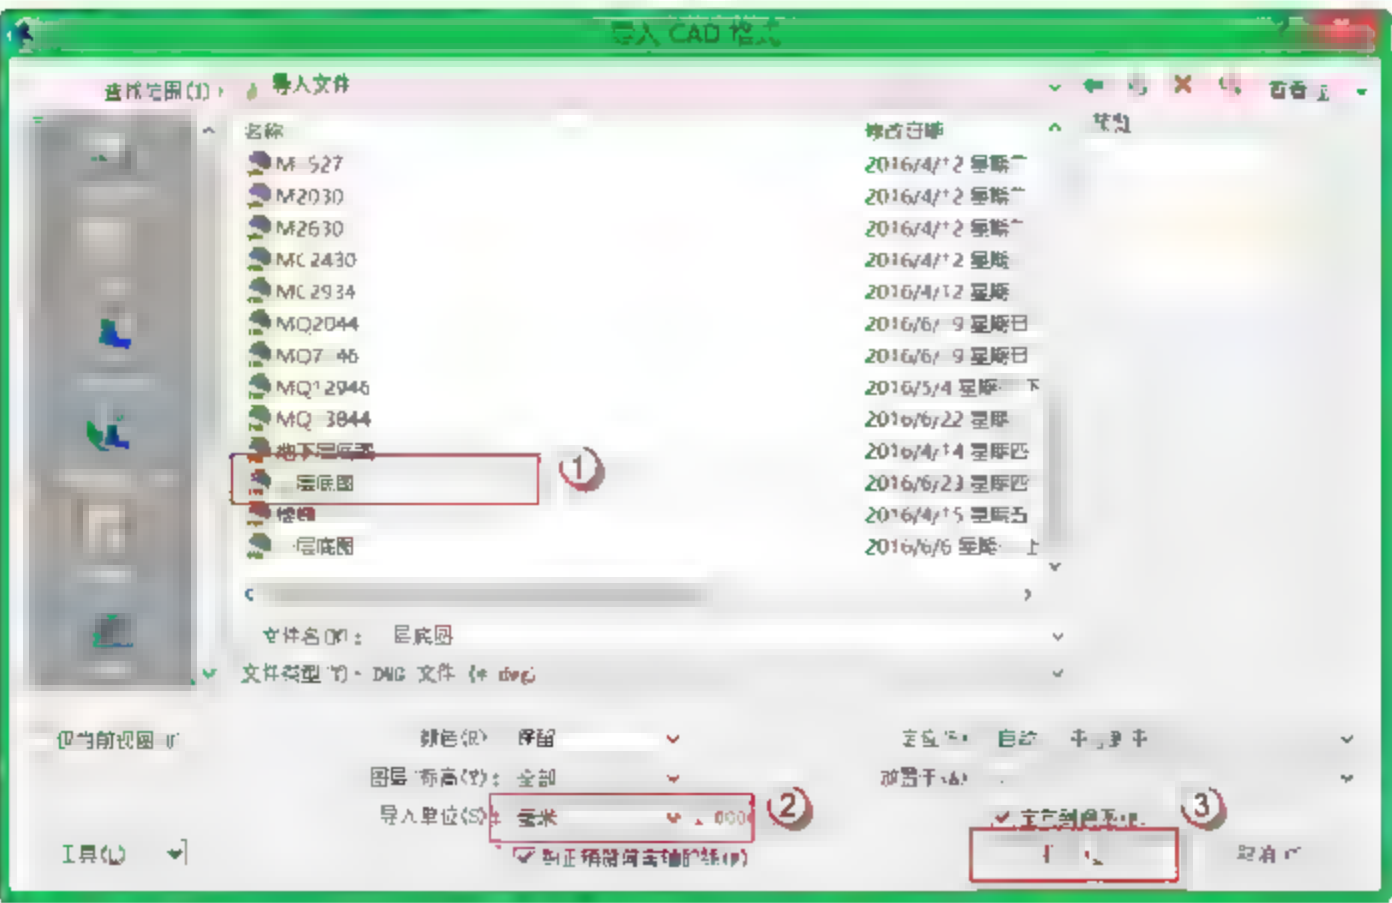
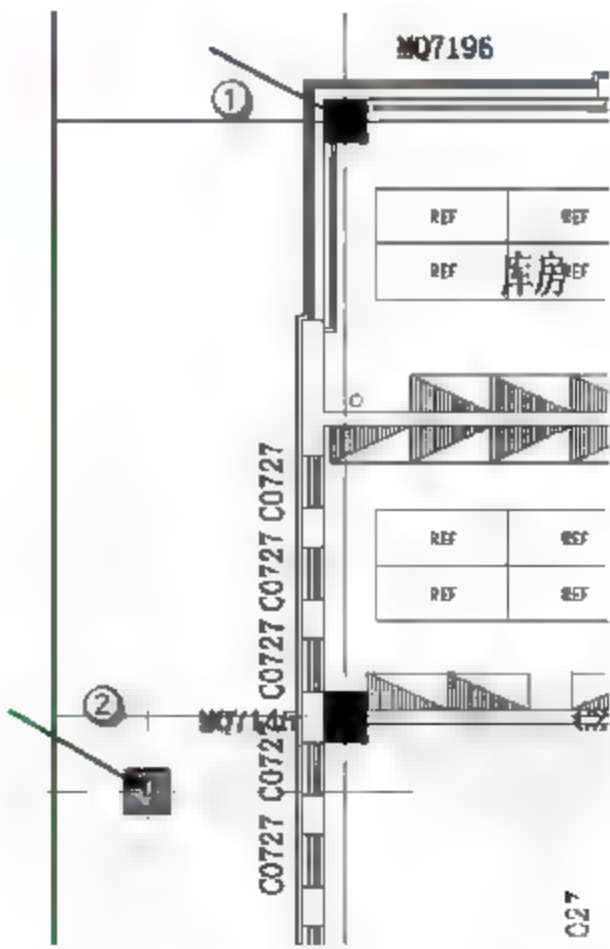
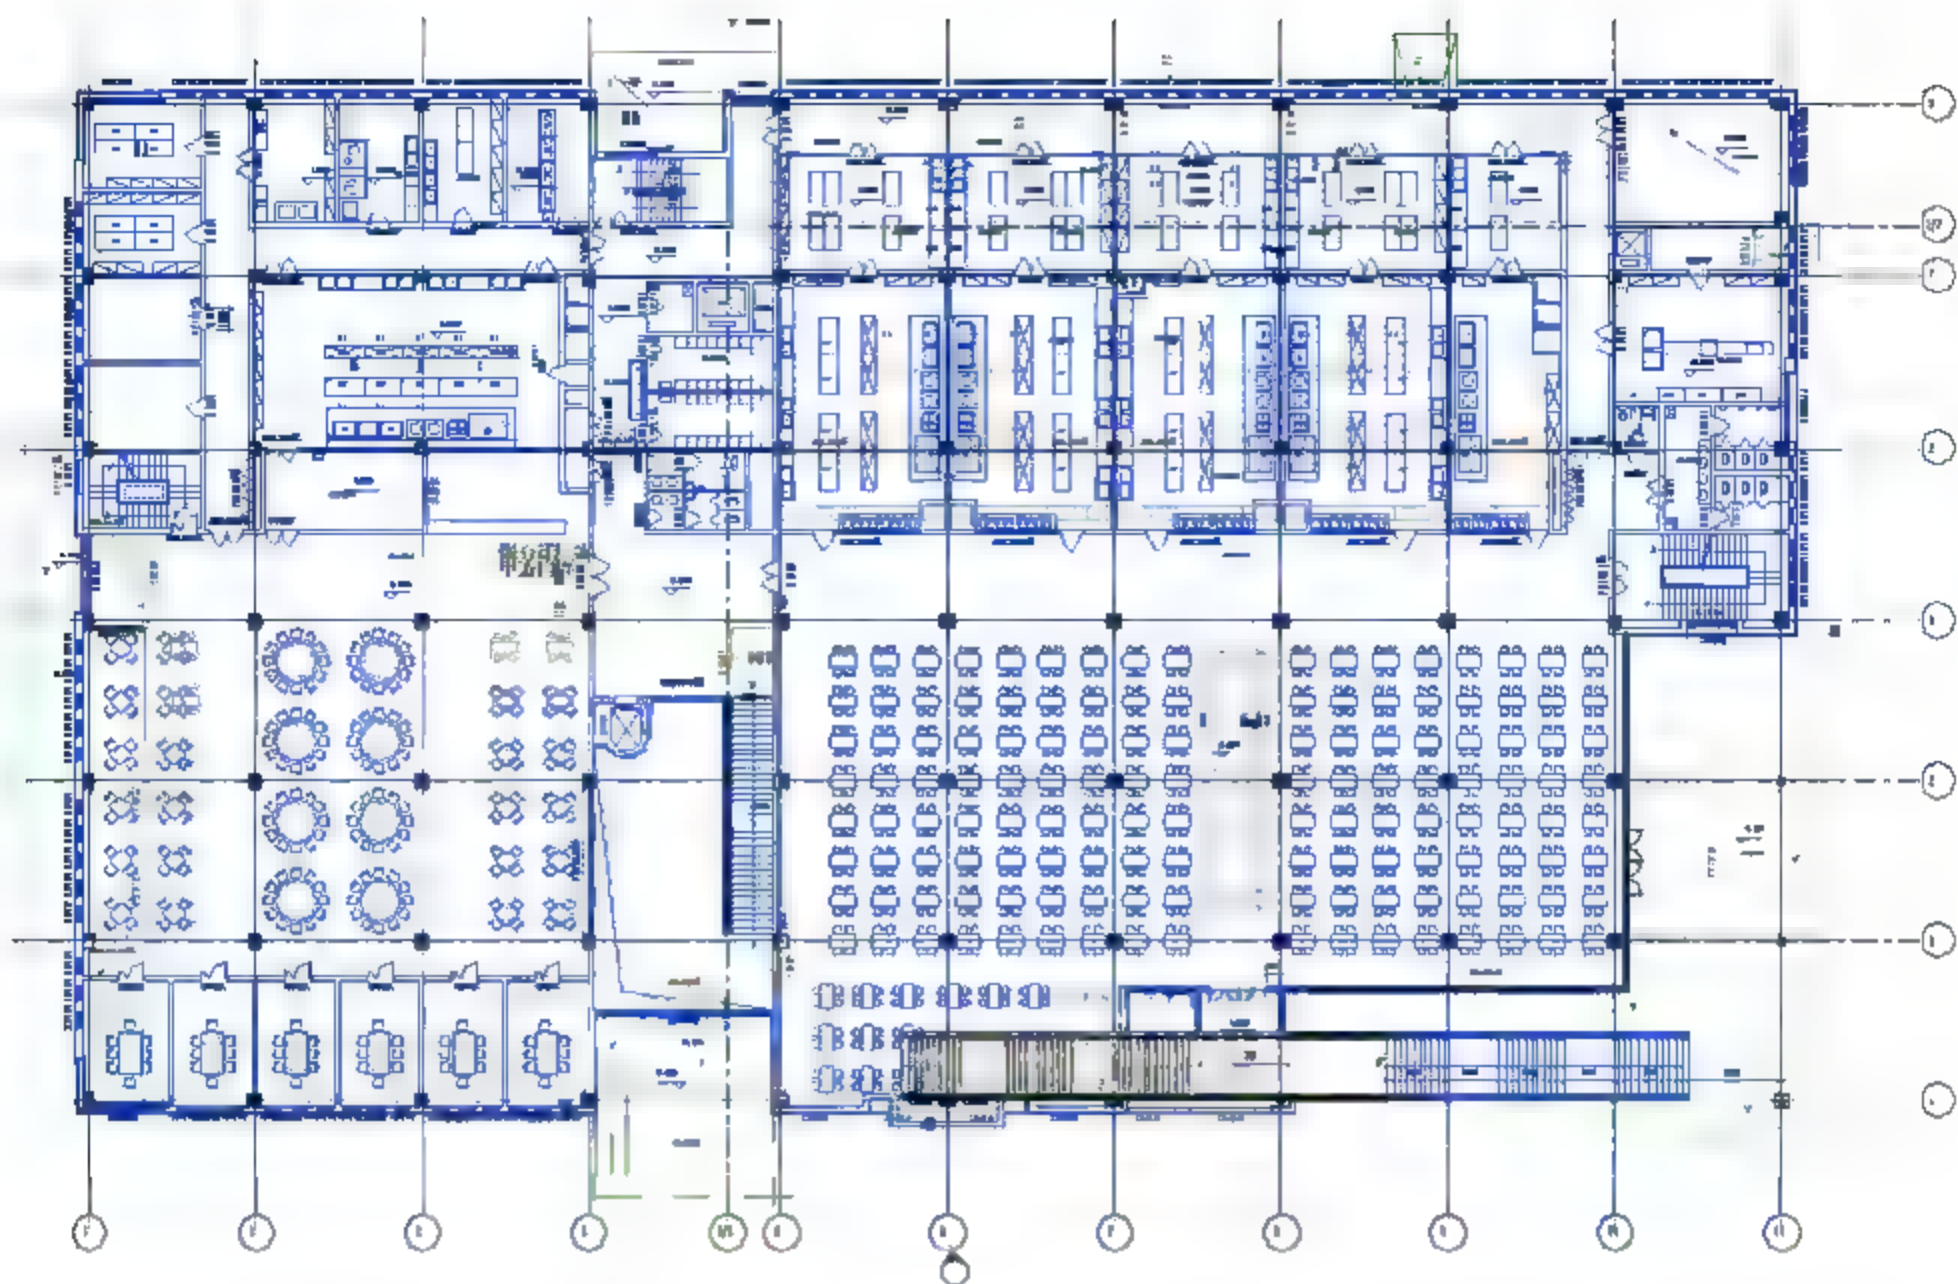

图 11.1.1 打开项目文件
图 11.1.2 调整 CAD 文件位置
图 11.1.3 调整后的 CAD 文件位置
(1) 插入二层 CAD 底图。将楼层平面切换到 2 层，选择“插入”→“导入 CAD”选项，在弹出的对话框中找到文件相应的位置，导入“二层底图”DWG 文件，“导入单位”为“毫米”，如图 11.1.1 所示。按快捷键 M+V，调整 CAD 图位置，使“1”点和“2”点重合，如图 11.1.2 所示，使其与轴网对齐，如图 11.1.3 所示。